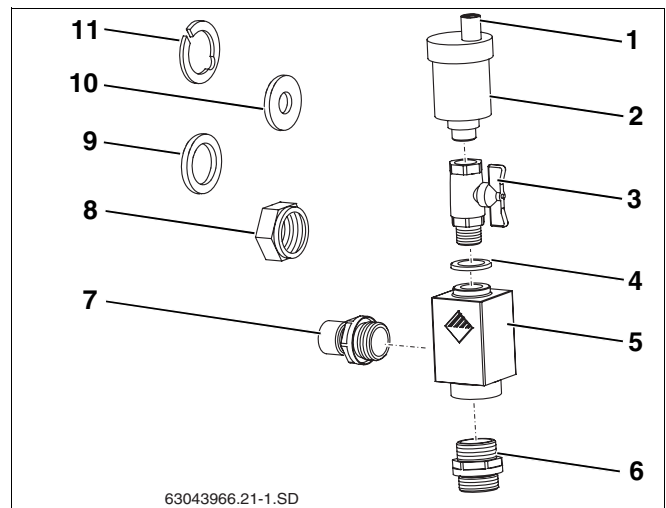

Fig. 54 Juego universal de purgador
El equipo solar se purga a través del tornillo de cierre. Para que no pueda penetrar humedad en el equipo solar a través del tornillo de cierre, la tapa de protección de intemperie (fig. 54, **pos. 1**) debe estar siempre posicionada durante el funcionamiento sobre este tornillo.
### Volumen de suministro del juego universal de purgador (fig. 54):